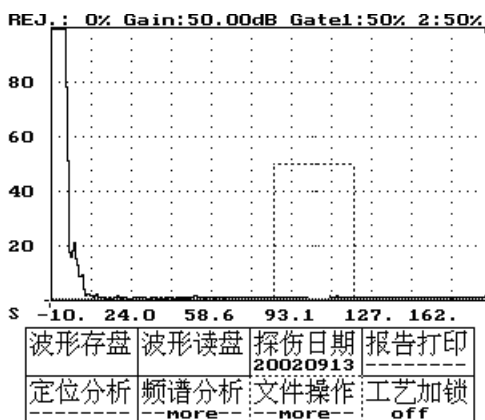

图 12-2
- 2、按方向键——将虚框移到文件操作上，如图 12-2 所示。